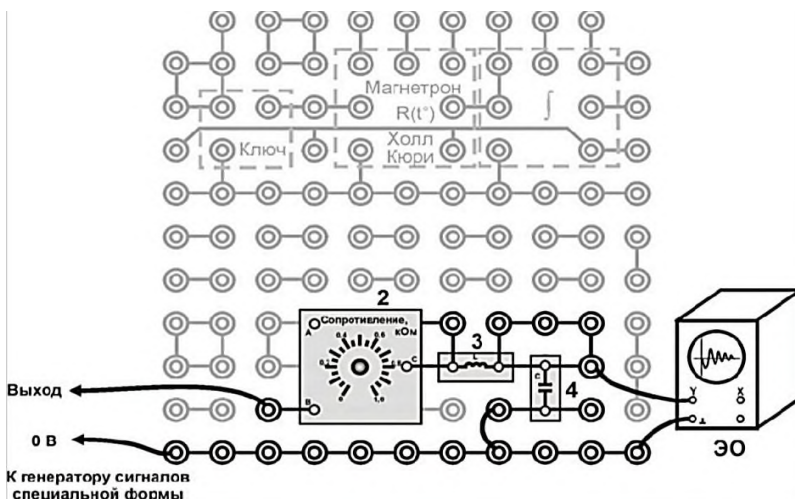

Рис. 6. Монтажная схема:
Схема электрической цепи представлена на рис. 5, монтажная схема – на рис. 6.
1. Соберите электрическую цепь по монтажной схеме, приведенной на рис. 6. На место конденсатора  $C$  установите